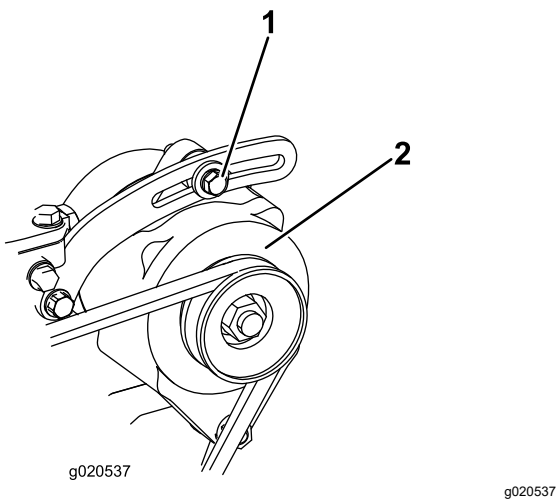

Figure 144
1. Si vous n'obtenez pas une flèche de 10 mm, desserrez les boulons de fixation de l'alternateur (Figure 144).